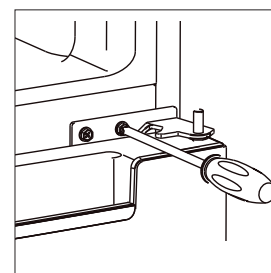

Afb. 6
- ▶ Draai de bevestigingsschroef van de schroefafdekking met behulp van een kruiskopschroevendraaier uit (afb. 6).